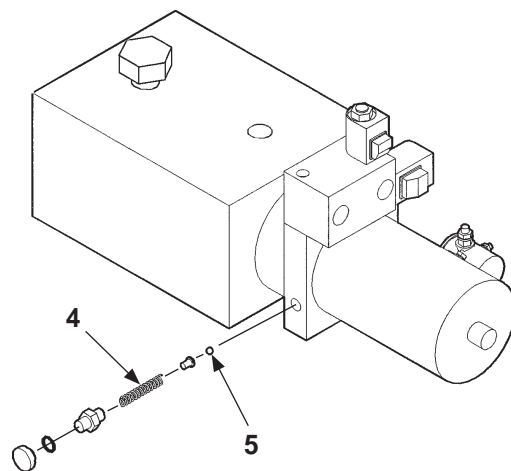

Fig. 42-2
5. Si la unidad no mantiene la lectura de presión, puede ser necesario retirar y revisar la válvula de escape y sus componentes (Fig. 42-2). Revisar desgaste o cortadas en el resorte (art. 4) y bola (art. 5). Reemplace cualquier parte dañada antes de re-ensamblar la unidad.